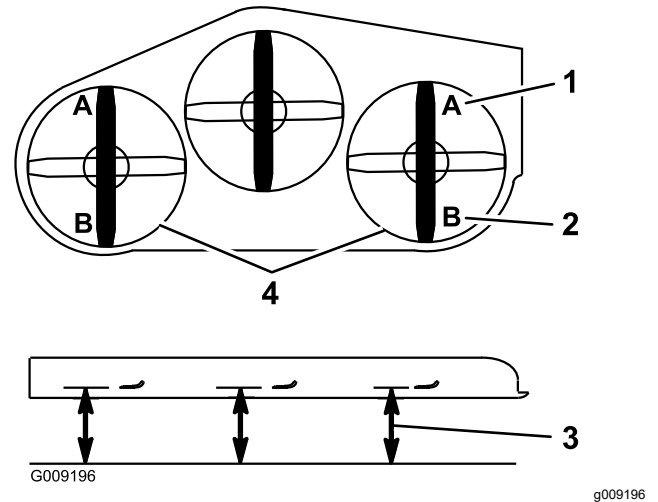

Figura 100
9. En ambos lados de la carcasa, mida desde la superficie nivelada hasta la punta delantera de la cuchilla (Posición A), según se muestra en Figura 100.
15. En ambos lados de la carcasa, mida desde la superficie nivelada hasta la punta trasera de la cuchilla (Posición B), según se muestra en **Figura 100**.